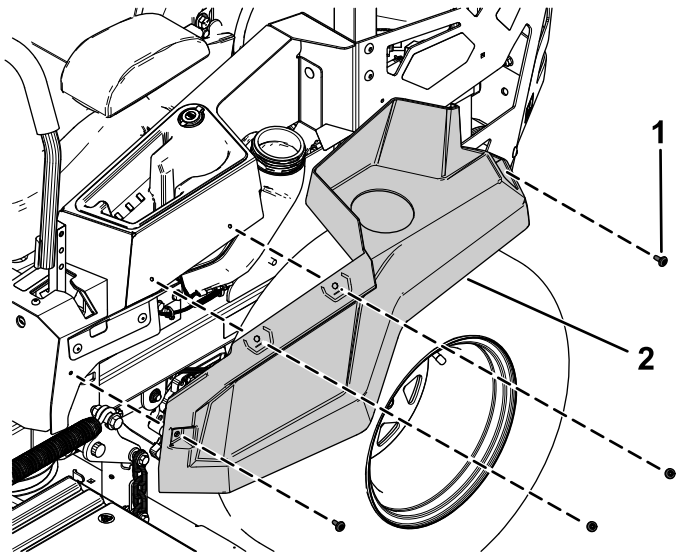

Bild 4
- Entfernen Sie die vier Ansatzschrauben, mit denen die linke Seitenverkleidung befestigt ist, und nehmen Sie die linke Seitenverkleidung ab (Bild 4).